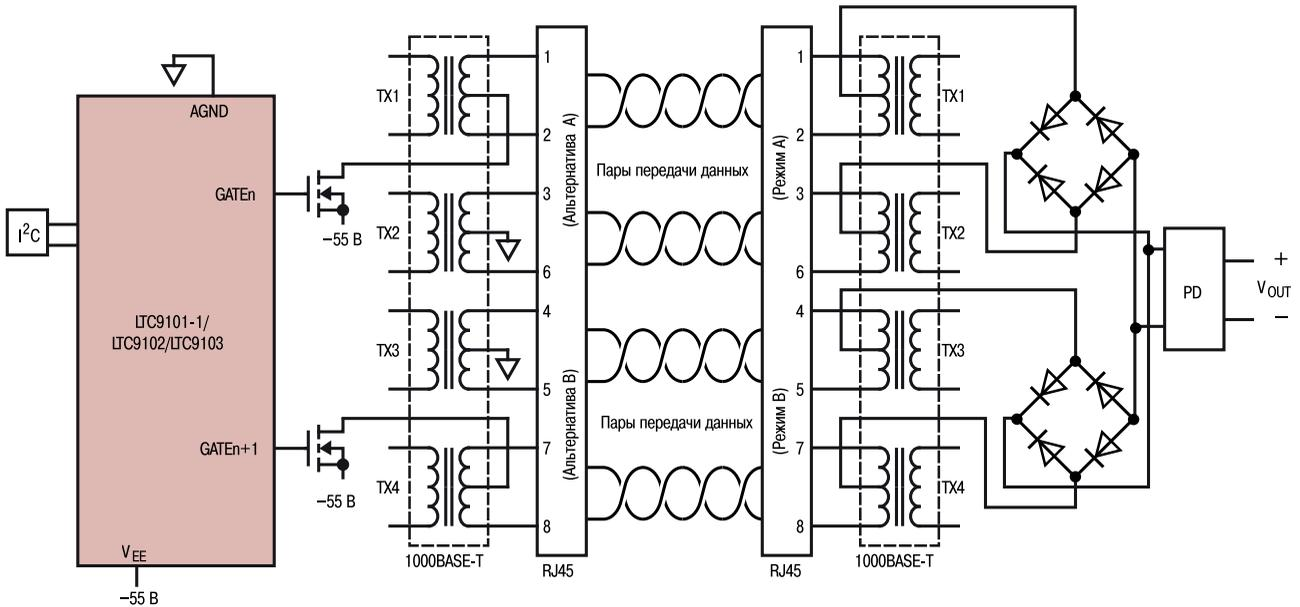

Рис. 3. Питание PD с одной сигнатурой по 4 парам проводов через Ethernet
3. PDs типов 3 и 4 могут быть подключены так, что будут иметь одну сигнатуру PD или PD с двойной сигнатурой. При одной сигнатуре PD используется один сигнатурный резистор для обоих наборов пар одновременно (рис. 3).